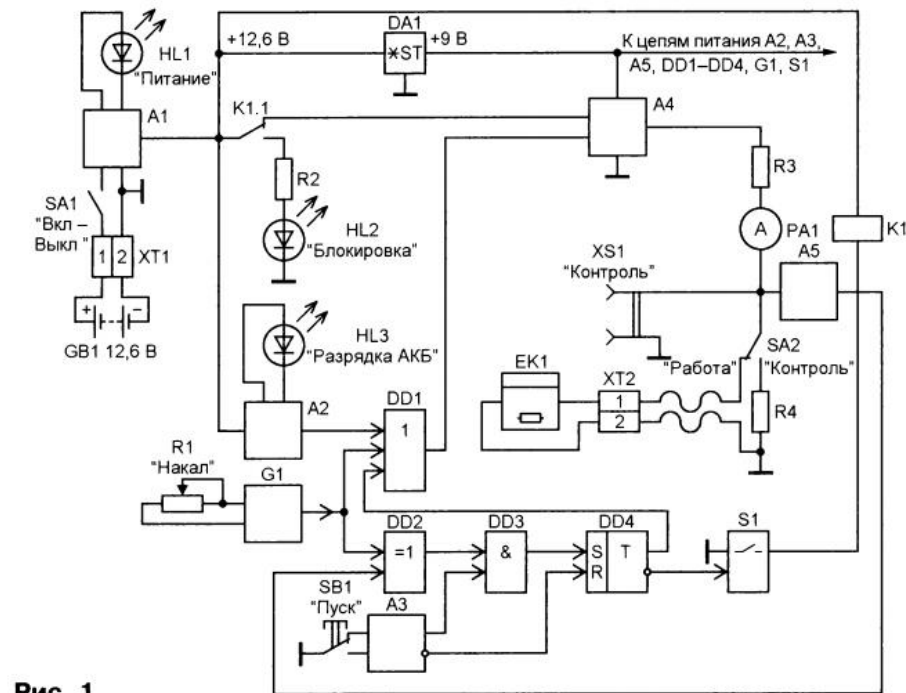

Рис. 1
**Структурная схема** прибора представлена на рис. 1. Он содержит следующие функциональные узлы и элементы: A1 — узел защиты от подключения АКБ GB1 в неправильной полярности; A2 — узел контроля напряжения АКБ; A3 — формирователь импульса запуска; A4 — стробируемый стабилизатор напряжения; A5 — пороговое устройство; DA1 — стабилизатор напряжения питания; DD1 — трёхходовый логический элемент "ИЛИ"; DD2 — двухходовый логический элемент "ИСКЛЮЧАЮЩЕЕ ИЛИ"; DD3 — двухходовый логический элемент "И"; DD4 — RS-триггер; G1 — генератор прямоугольных импульсов напряжения; K1 — электромагнитное реле; S1 — электронный ключ. Условимся считать, что у логических элементов DD1—DD3 верхний (по схеме) вход — первый, расположенные под ним — соответственно второй и третий.